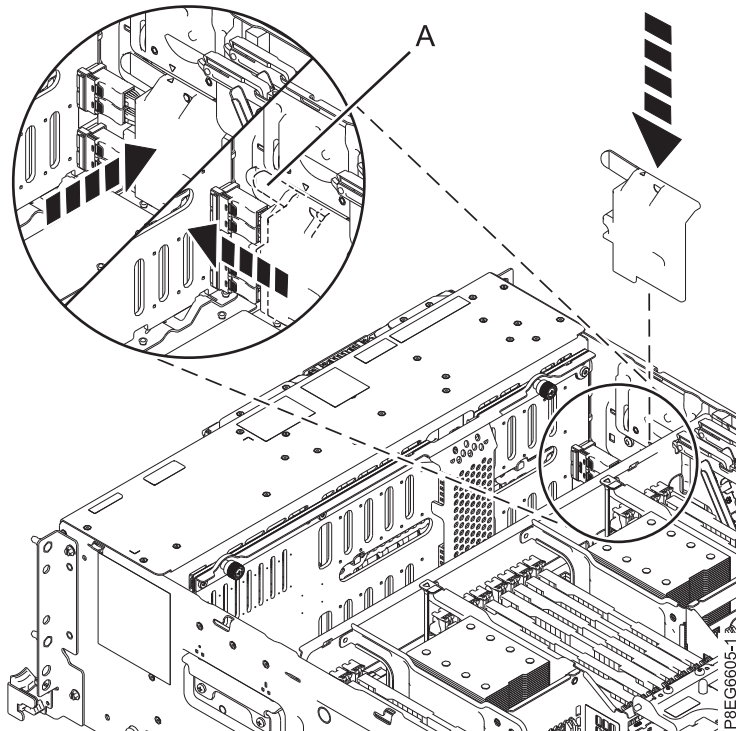

Abbildung 9. SAS-Kabelabdeckung wieder anbringen
8. Bringen Sie die SAS-Kabelabdeckung wieder an. Ordnen Sie die Kabel an der Seite des Chassis an, bevor Sie die Kabelabdeckung wieder anbringen. Richten Sie die Aussparungen in der Abdeckung mit den Stiften an der Seite des Chassis aus. Das Dreiecksymbol auf der SAS-Kabelabdeckung stimmt mit dem Dreiecksymbol an der Seite des Chassis überein, wenn die Aussparungen in der Abdeckung und die Stifte richtig zueinander ausgerichtet sind. Schieben Sie die Abdeckung nach vorn in Richtung Vorderseite des Systems, um sie zu verriegeln. Siehe Abb. 9 auf Seite 10.